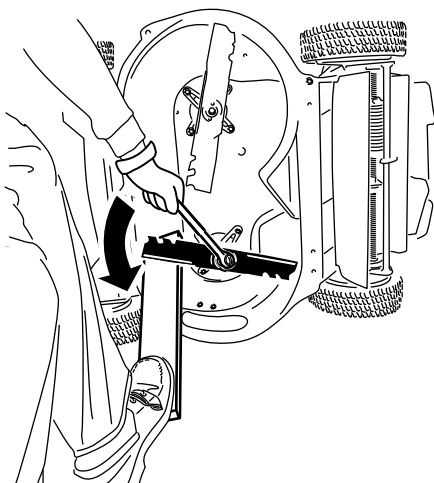

Figura 34
1. Utilice un bloque de madera para inmovilizar cada cuchilla y gire el perno de la cuchilla en el sentido contrario a las agujas del reloj, según se muestra en Figura 34.